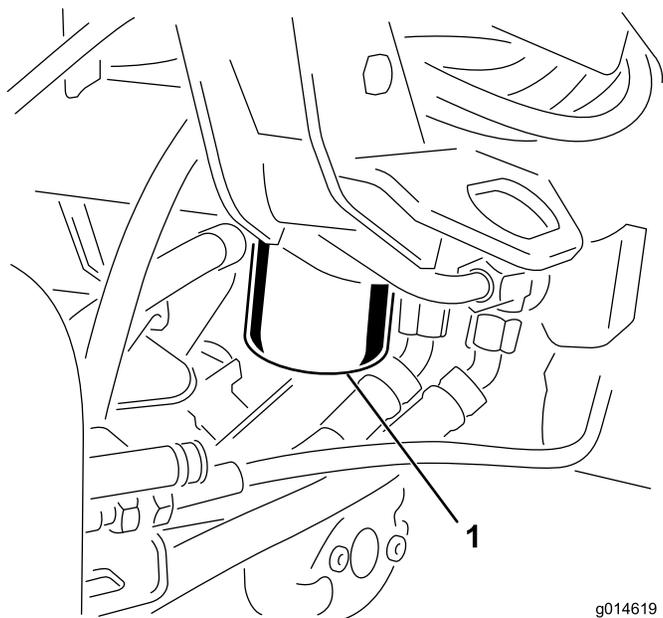

Рисунок 51
1. Очистите область вокруг места крепления фильтра (Рисунок 51). Поместите поддон под фильтр, а затем снимите фильтр.